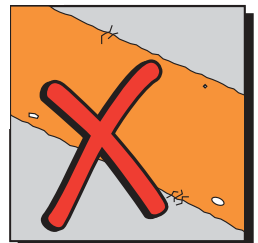

Abb. 3
- Nimm keine Messungen vor an Papiermaschinebespannungen mit Löcher oder beschädigte Ränder (Abb. 3). Bevor Sie mit Messen anfangen, zuerst bei der Mannschaft der Maschine nachfragen ob Löcher oder beschädigte Ränder bekannt sind. An der Maschine zuerst die Bespannung beobachten ob Defekte oder Indikationen auf Defekten sichtbar sind. Wenn Sie zweifeln, nicht messen!